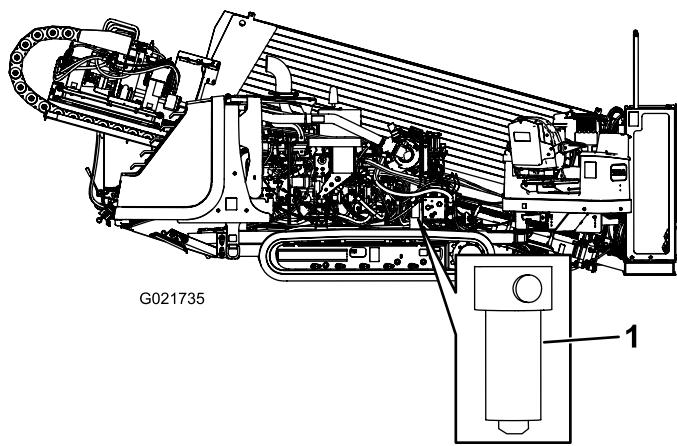

Figura 110
4. Utilice una llave para filtros y retire el filtro de presión hidráulica (Figura 110).